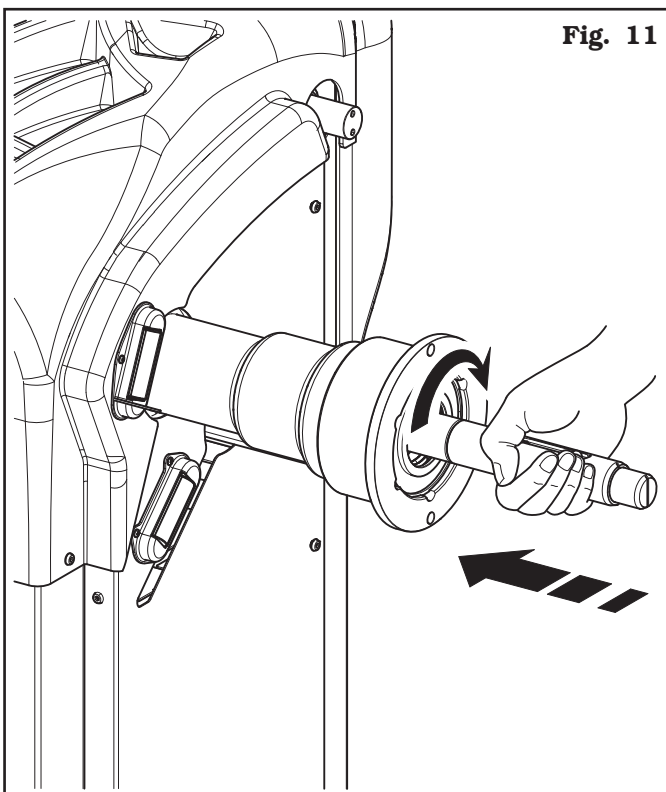

Fig. 11
3. Introducir el mandril externo y apretarlo manualmente (**Fig. 11**).